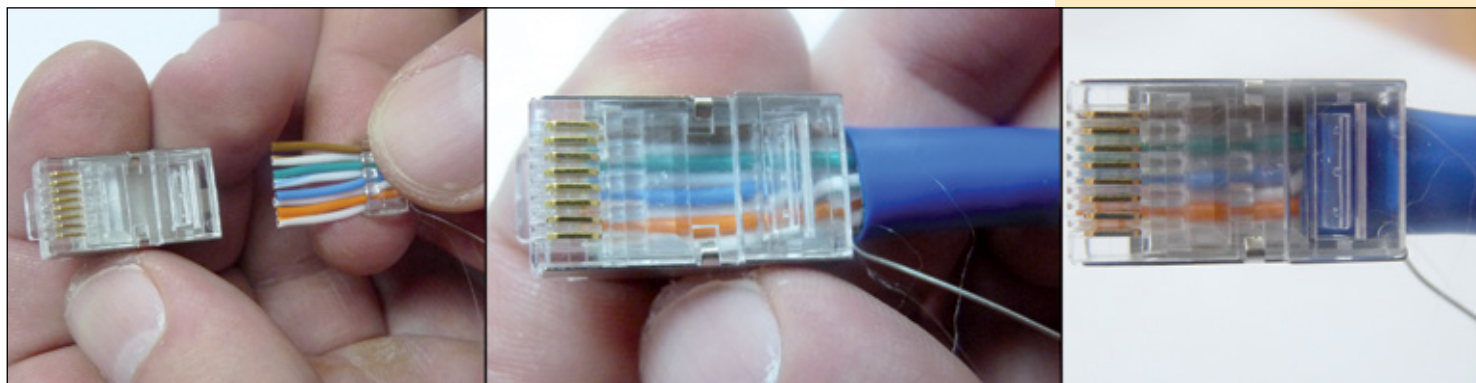

Figura 19
- 14 Inserte el cable en el **Main Body**, tal como se muestra en el grupo de imágenes de la **Figura 19**.